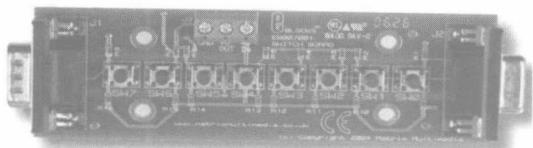

图 2.1-19 FlowCode 开关板
(18) FlowCode 开关板如图 2.1-19 所示。